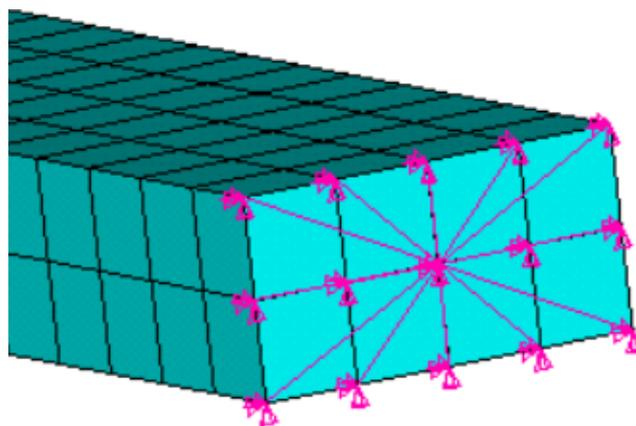

图 064-2
2、由于实体单元的节点只有 3 个自由度，不满足 **Craig-Bampton** 模态综合法的要求，我们需要在两端（实际加约束的地方）分别添加一个具有 6 自由度的质量单元，并作局部刚化，使得端面（实际约束的区域）节点三个平动自由度与质量单元耦合，如图 064-2 所示。